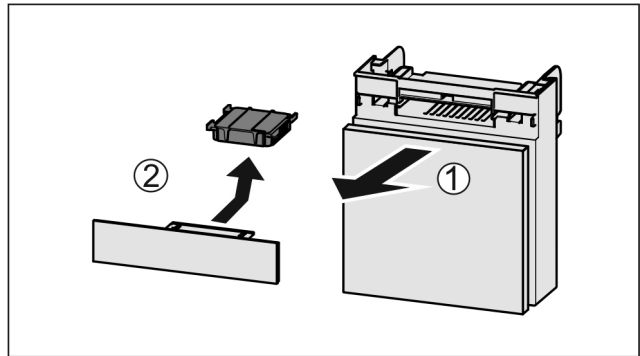

Fig. 218
- Tërhiqni kutinë nga përpara Fig. 218 (1).
- Hiqni filtrin me karbon aktiv Fig. 218 (2).